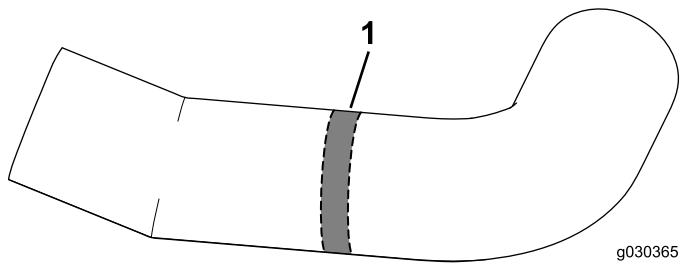

Figura 35
3. Retire uma secção de 13 mm do tubo, conforme indicado em Figura 35.